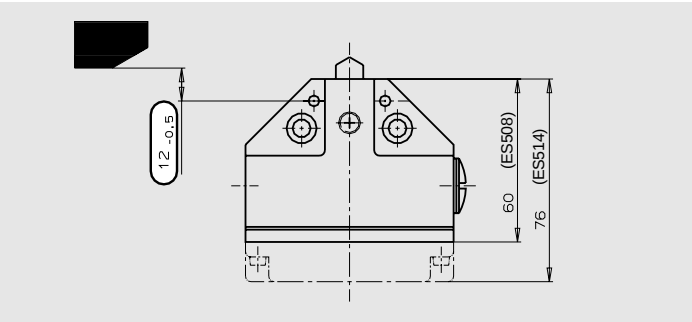

Bild 4: Präzisions-Einzelgrenz­taster N1A.508/514 mit zwangsöffnendem Schaltelement
In Sicherheitsschaltkreisen Maß (22) (Ab­stand des Schalters zu Steuernocken, siehe Bild 4) zur sicheren Kontaktöffnung unbedingt einhalten.